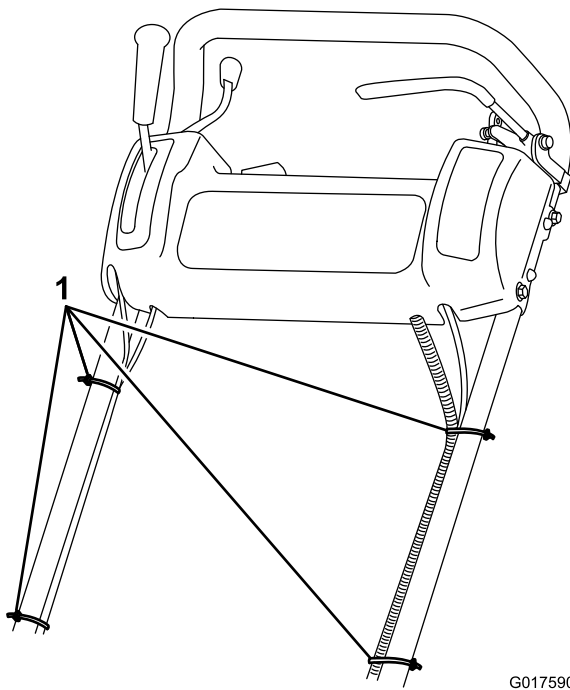

Bild 5
7. Befestigen Sie die Kabel und den Kabelbaum mit Kabelbindern am Holm (Bild 5).